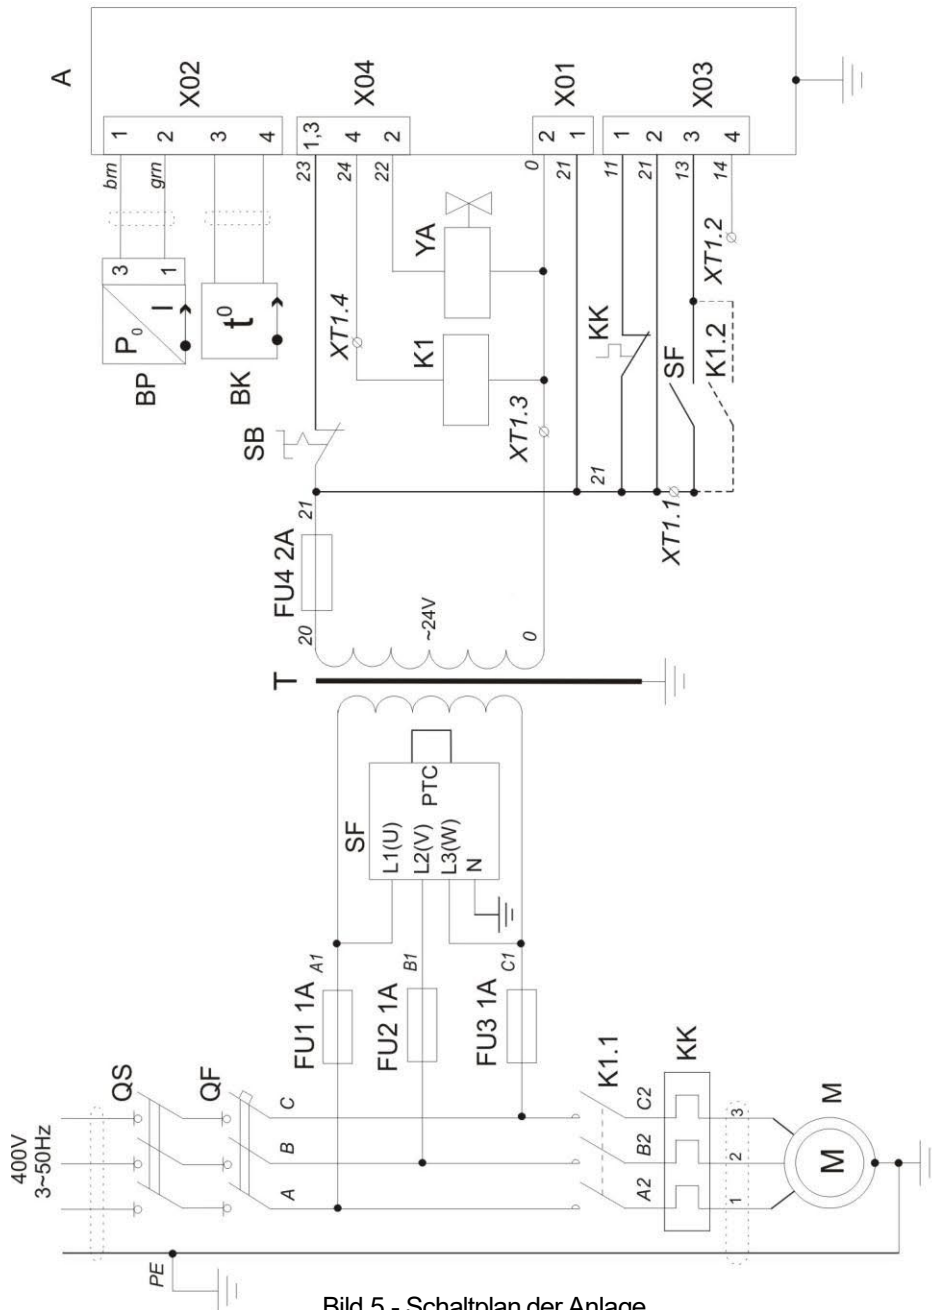

Bild 5 - Schaltplan der Anlage
- 3) Schmelzsicherungen (s. Bild 5) schützen Steuer- und Alarmketten;